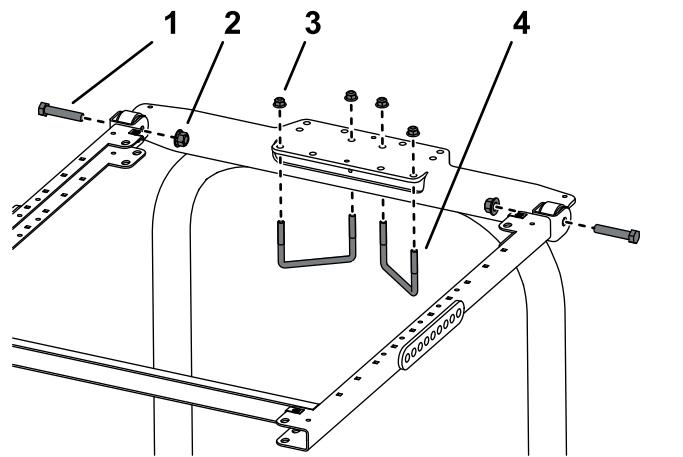

Рисунок 25
8. Установите монтажный кронштейн ROPS на верхнюю часть защитной дуги тягового блока (Рисунок 25).
9. Используя монтажные отверстия, показанные на Рисунок 25, прикрепите монтажный кронштейн к верхней части защитной дуги с помощью 2 U-образных болтов ($4\frac{1}{2} \times 2\frac{3}{4}$ дюйма) и 4 фланцевых гаек.